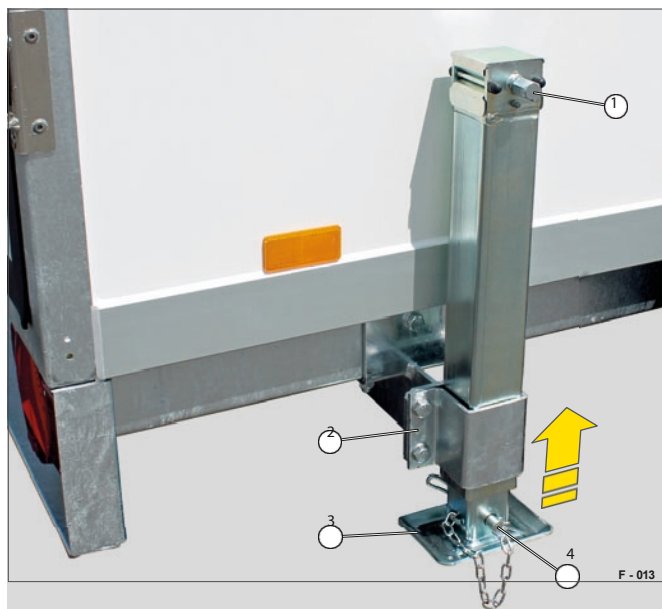

Fig. 12 Teleskopiskt vevstöd i körläge
► Kontrollera före avfärd att alla stöd har helt indragen nivåfot (Fig. 12/3) och att den är säkrad med låsstift och fäste (Fig. 7/4).
► Skjut in veven på vevfästet (Fig. 12/3).